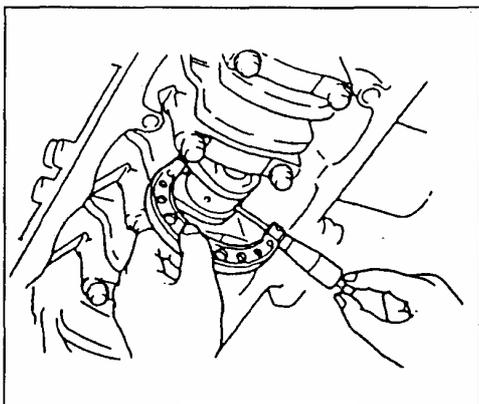

Рис. 127
- Проверьте неравномерность износа или повреждения шеек коленвала, измерьте овальность или конусность (Рис. 127). Если обнаружены дефекты, коленвал необходимо заменить или отремонтировать согласно описанию ниже.